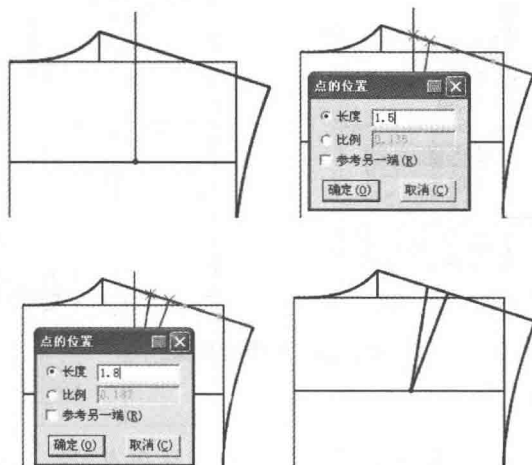

图4-23 画后肩省
(1) 选择  【智能笔】工具从后肩省省尖点画一条垂直线超出肩缝线。
(2) 选择  【剪断线】工具，将肩缝线从垂直线交点处剪断。选择  【智能笔】工具从肩省省尖点与肩缝线 1.5cm 处画一条线为肩省线。
(3) 选择  【剪断线】工具，将肩缝线从肩省线处剪断；选择  【智能笔】工具从肩省省尖点与肩缝线 1.8cm 处画一条线为肩省线（图 4-23）。